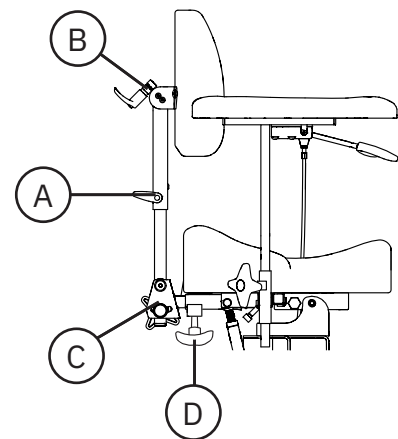

Abb. 5.25. Rückenlehnenmechanismus Medic.
Bei der Medic-Ausführung können die Höhe (A), der Winkel der Rückenlehne (B), der Winkel der Rückenlehnenfunktion (C) und die Tiefe (D) eingestellt werden, siehe Abb. 5.25. Die Rückenlehnenfunktion erlaubt eine Neigung der Rückenlehne von bis zu 15° nach vorn und 45° nach hinten.